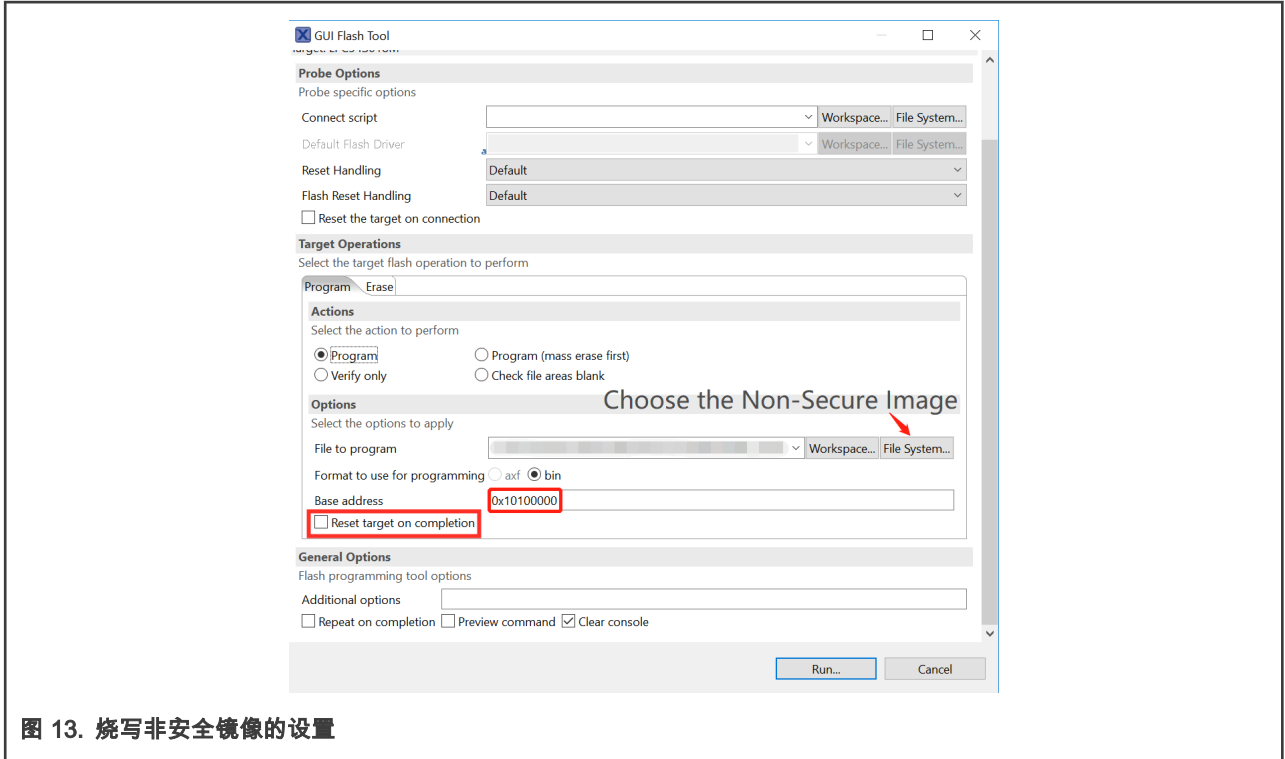

图 13. 烧写非安全镜像的设置
2. 更改如 图 13 所示的配置，特别是屏幕截图中的红色部分。